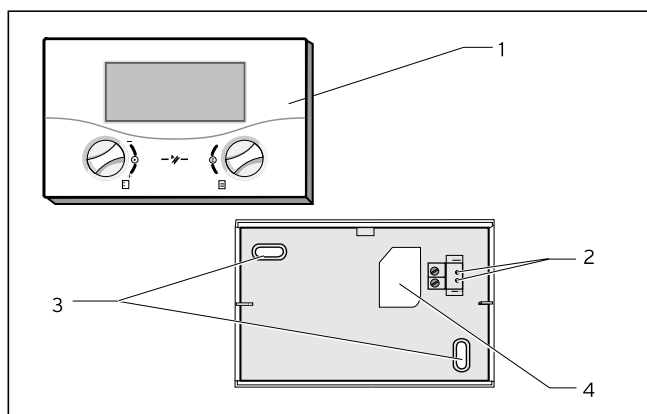

Рис. 3.4: Монтаж прибора дистанционного управления
- Насадить два крепежных отверстия (3) настенного крепления VR 55 диаметром 6 мм согласно рис. 3.4 и вставьте поставляемые вместе с ним дюбели.
- Заправить кабель через отверстие, предназначенное для проводки кабеля (4).